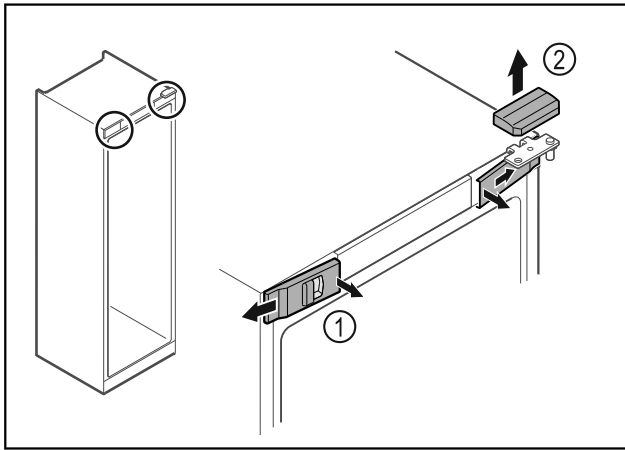

Fig. 6
- ▶ Ξεκουμπώστε εσωτερικά τα μπροστινά καλύμματα Fig. 6 (1) και αφαιρέστε τα προς το πλάι.
- ▶ Αφαιρέστε προς τα επάνω το επάνω κάλυμμα Fig. 6 (2).